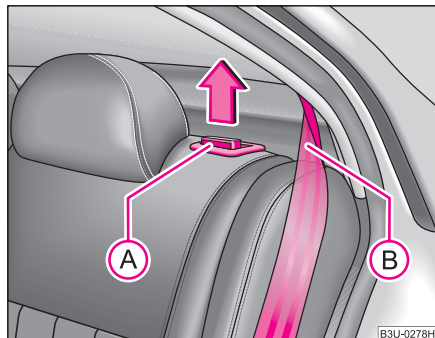

Fig. 64 Deblocarea spătarului scaunului din spate
- Trageți butonul de deblocare (A) ♥ fig. 64 și pliați spătarul scaunului din spate în față.